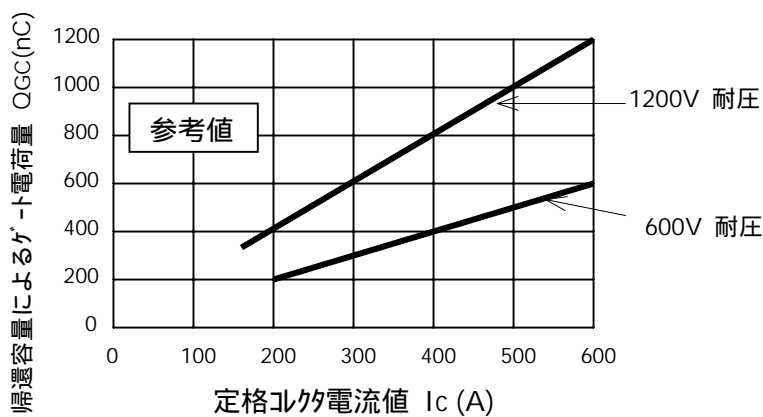

図2 帰還容量充放電ゲート電荷量 Q_{gc} (日立GSシリーズの例)
(7)式での Q_{gc} については、図2により定格コレクタ電流毎に各々求めることができます。